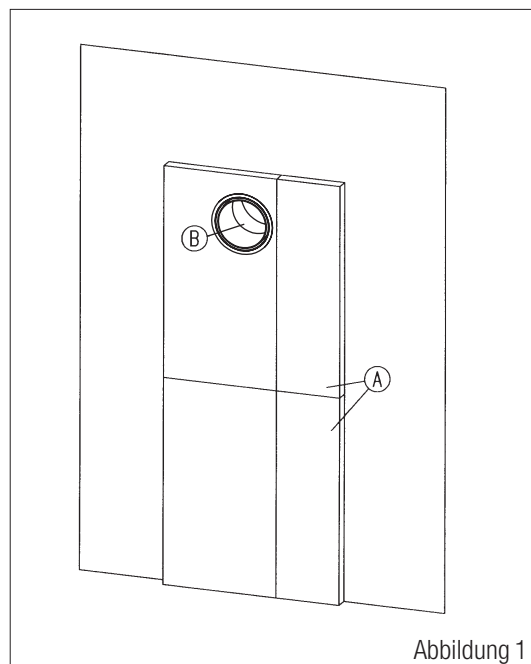

Abbildung 1
3.2 Nun befestigen Sie zunächst vier Promasil 950-KS Platten gemäß **Abb. 1** an den Stellwänden. Die Isolierung muss 5 cm über den Schornsteinanschluss ragen. Nach dem Aufstellen des Wärmeerzeugers sind die Platten nicht mehr zugänglich.